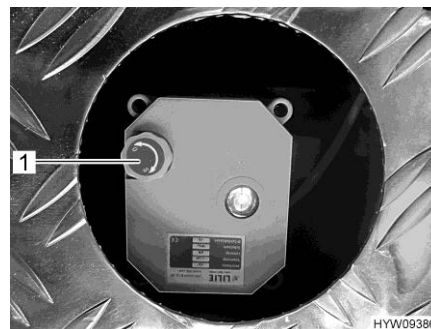

Fig. 196 Molette à réglage (robinet d'évacuation des eaux usées)
- Pour ouvrir le robinet d'évacuation des eaux usées, tirer la molette à réglage (Fig. 196,1) vers le haut et tourner jusqu'en butée dans le sens inverse des aiguilles d'une montre. Le sens de rotation (O pour ouvrir, S pour fermer) est indiqué sur la molette à réglage.
- Pour fermer le robinet d'évacuation des eaux usées, tirer la molette à réglage (Fig. 196,1) vers le haut et tourner jusqu'en butée dans le sens des aiguilles d'une montre.